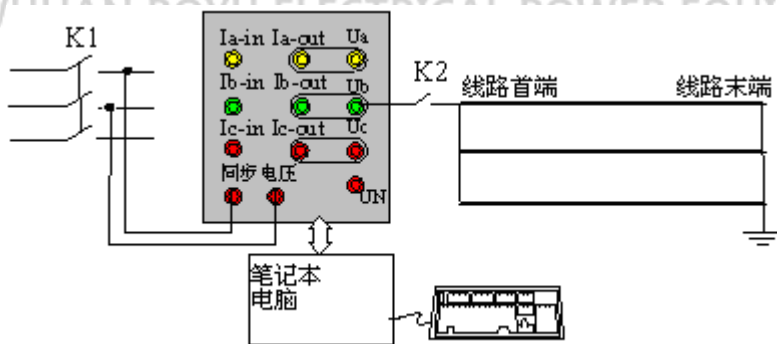

图 3.6.2.1(b) 异地线间互感测试接线图（乙变电站）
- 2、线路工频参数测试外壳接地端子可靠接地，如采用三相测试电源系统，施加相电压，甲变电站隔离变压器中性点端子 x 接至 TV/TA 箱 U0 端子并接地；如果外加线电压测试，以外加隔离变压器 AB 相电压为例，则隔离变 B 相接传感器 U0 端子并接地，其他类推；采用单相调压器和隔离变时可参照图 3.6.2.1；